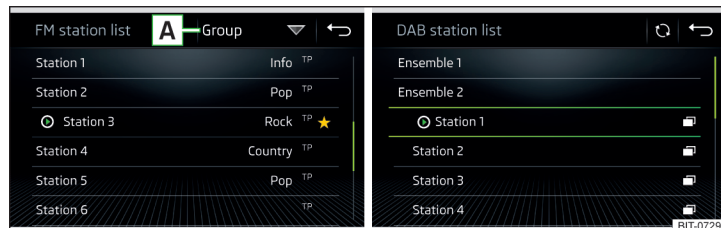

Fig. 136 Exemplu de listă a posturilor de radio FM/DAB disponibile
› Pentru **sortarea** (FM) posturilor de radio în ordine alfabetică, după grupă sau gen, atingeți suprafața de comandă funcții  » fig. 136 » .
› Pentru **filtrarea** posturilor în funcție de tipul programului (de ex. cultural, muzical, sportiv etc.), atingeți în lista de posturi FM (cu funcția RDS activată) și în lista de posturi DAB (la selectarea sortării alfabetice a listei de posturi) suprafața de comandă funcții  » fig. 136.
În benzile de frecvențe **AM** și **DAB**, actualizarea se face manual, prin apăsarea tastei funcționale  » fig. 136.